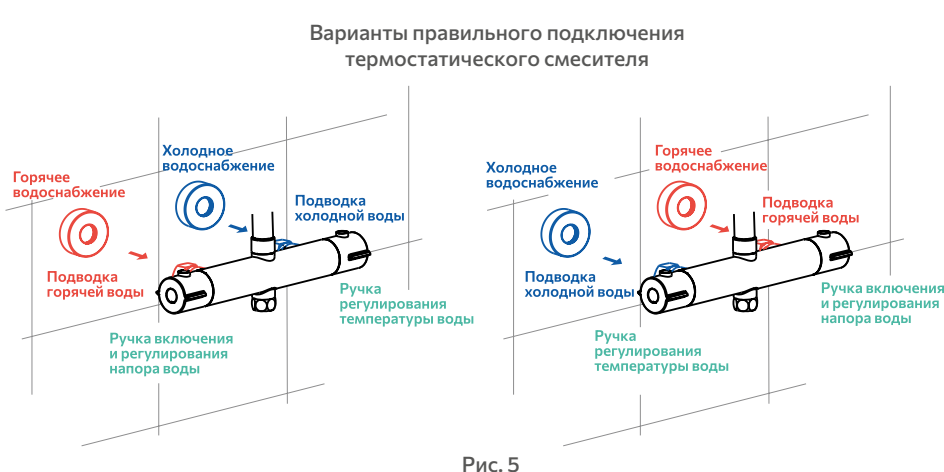

Рис. 5
1. При установке смесителя к водоснабжению следуйте индикации на задней стенке корпуса (рис. 5).
2. Ручка смесителя со стороны горячей воды используется для включения / выключения смесителя и регулировки напора воды (рис. 5).